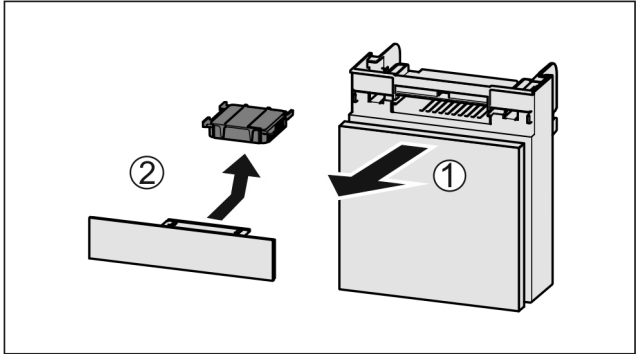

Fig. 114
- 向前拉出 Fig. 114 (1) 抽屉。
- 取出 Fig. 114 (2) 活性炭过滤器。